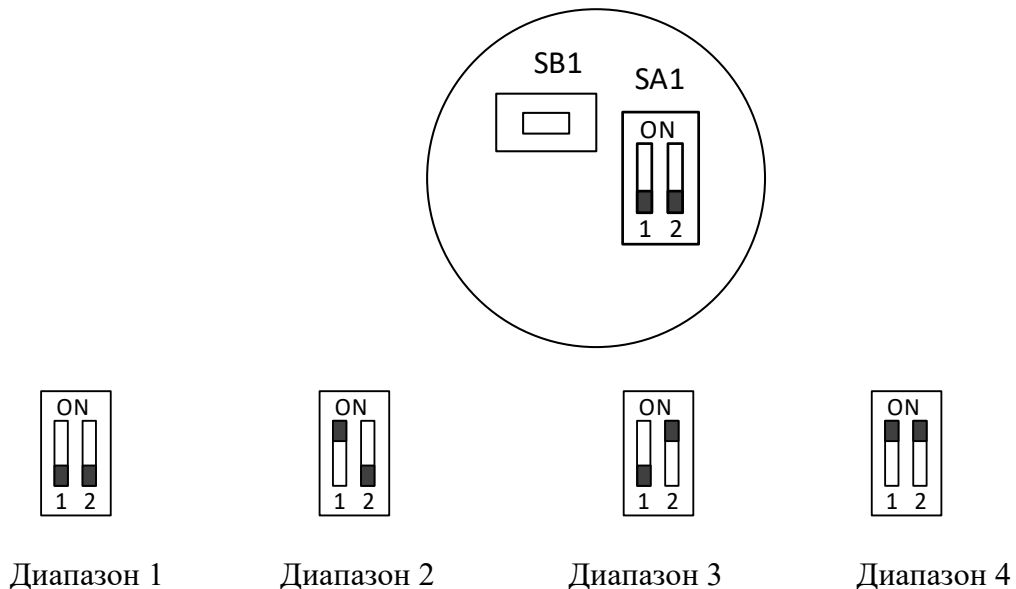

Рис.2 Положение «кнопок» DIP-переключателя
Переключение диапазонов измерений у моделей в четырехдиапазонном исполнении серий ДДМ 101х, ДДМ 102х производится с помощью двухконтактного переключателя, установленного непосредственно на электронную плату. Положение «кнопок» DIP-переключателя для каждого из четырех диапазонов показано на рис.2.
- открутить крышку датчика. Под крышкой на плате расположена кнопка SB1 рис.2 подстройки «нуля»;
- открутить крышку датчика. Под крышкой на плате расположены микропереключатели конфигурации диапазонов (рис.2). Положение переключателей для каждого из диапазонов следующее: